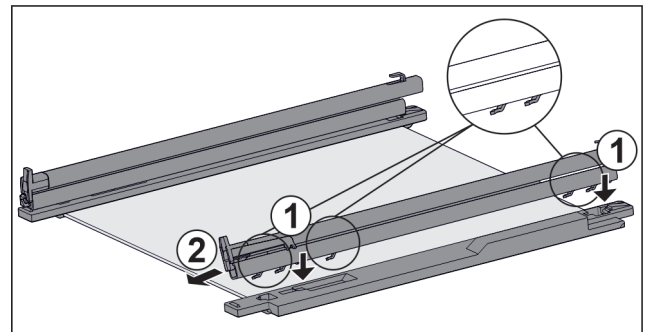

Fig. 202 带轨道和固定件的玻璃隔板
- ▶ 将轨道的挂钩放到左侧固定件的孔上。 Fig. 202 (1)
- ▶ 向前拉轨道。 Fig. 202 (2)
- ▶ 将轨道的挂钩放到右侧固定件的孔上。 Fig. 202 (1)